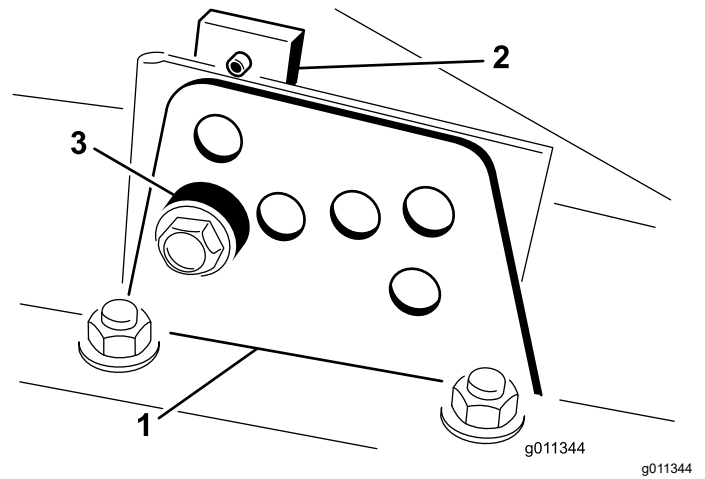

Figura 24
2. Afloje el perno que sujeta cada soporte de altura de corte a la pletina de altura de corte (delante y en cada lado), tal y como se muestra en la Figura 24.
4. Sujetando la cámara, retire el espaciador (Figura 24).